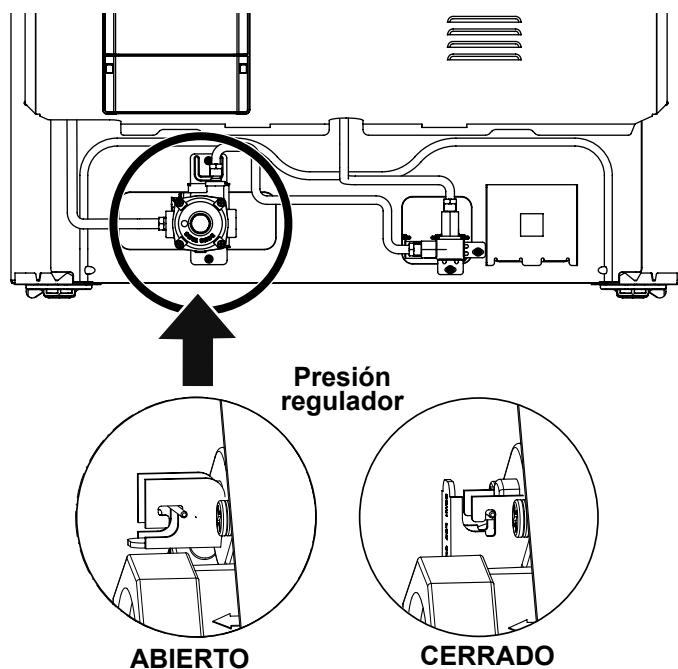

Fig. 11
f. Asegúrese de que la válvula de cierre del servicio en el regulador de presión esté en la posición ON (Fig. 11).